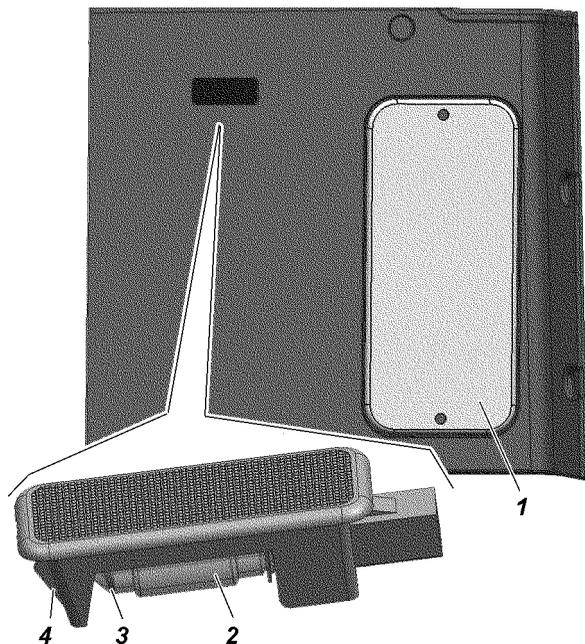

Рис. 9.53. Плафон
**Плафон освещения багажника** расположен на правой боковине багажного отделения (рис. 9.53). Для замены лампы извлеките плафон выталкиванием через боковой лючок под крышкой 1. Замените лампу 2 отжав держатель 3.